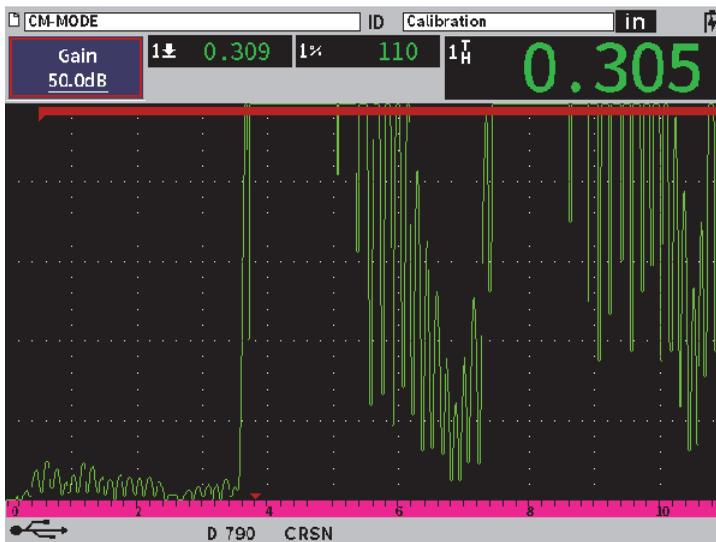

図 11-39 厚さ精度優先モードでのゲイン値調整
3. **ゲイン**を選択し、調整ノブを回してゲイン値を調整します（224 ページの図 11-39 参照）。